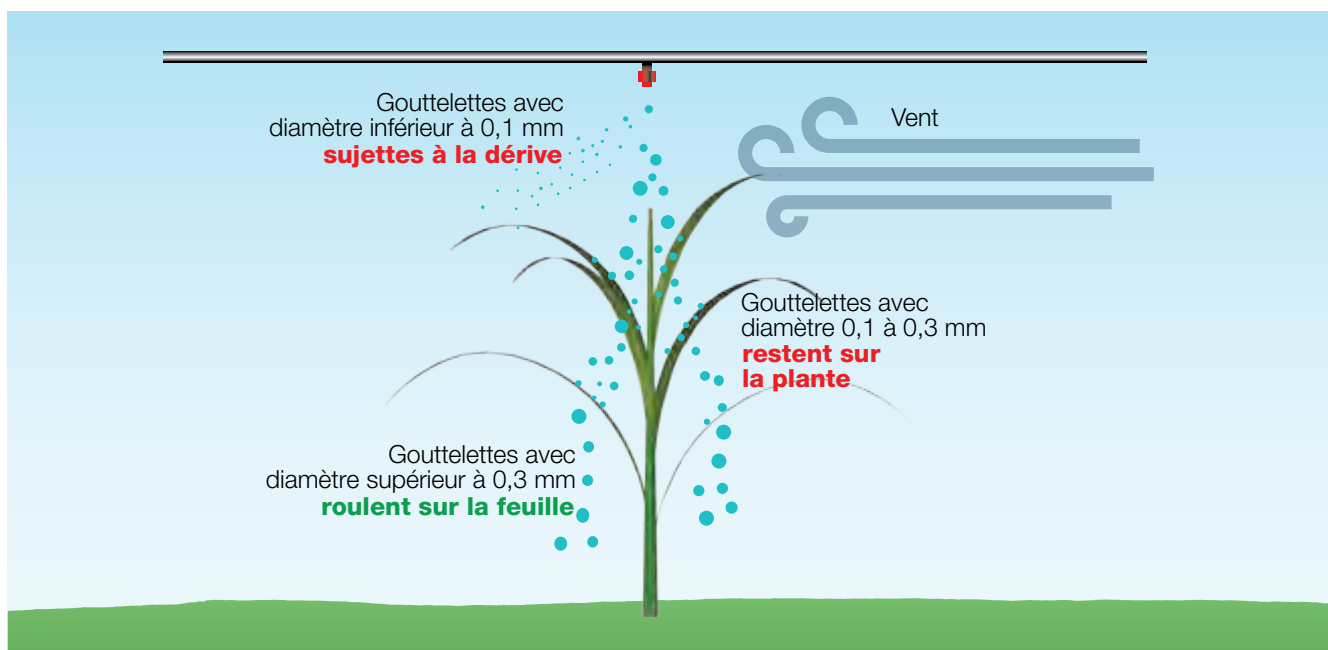

Figure 4 : Représentation schématique de l'application de différentes tailles de gouttelettes et de leurs différentes propriétés sur la feuille
Outre les caractéristiques qualitatives des engrais liquides, la méthode d'application contribue également à leur succès. La production de grosses gouttelettes (figure 4) est obtenue grâce à l'utilisation de buses réduisant la dérive (buses ID et IDK) à faible pression de pulvérisation (environ 2 bars). Il en résulte un spectre de grosses gouttelettes. Dans des conditions critiques, des buses spéciales pour engrais liquides (FD) ou des buses multi-orifices à filets (FL ou FS) sont utilisées pour distribuer l'engrais liquide en grandes quantités, par application « en pluie ».